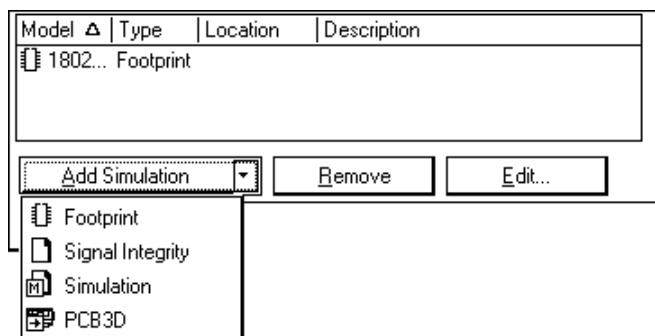
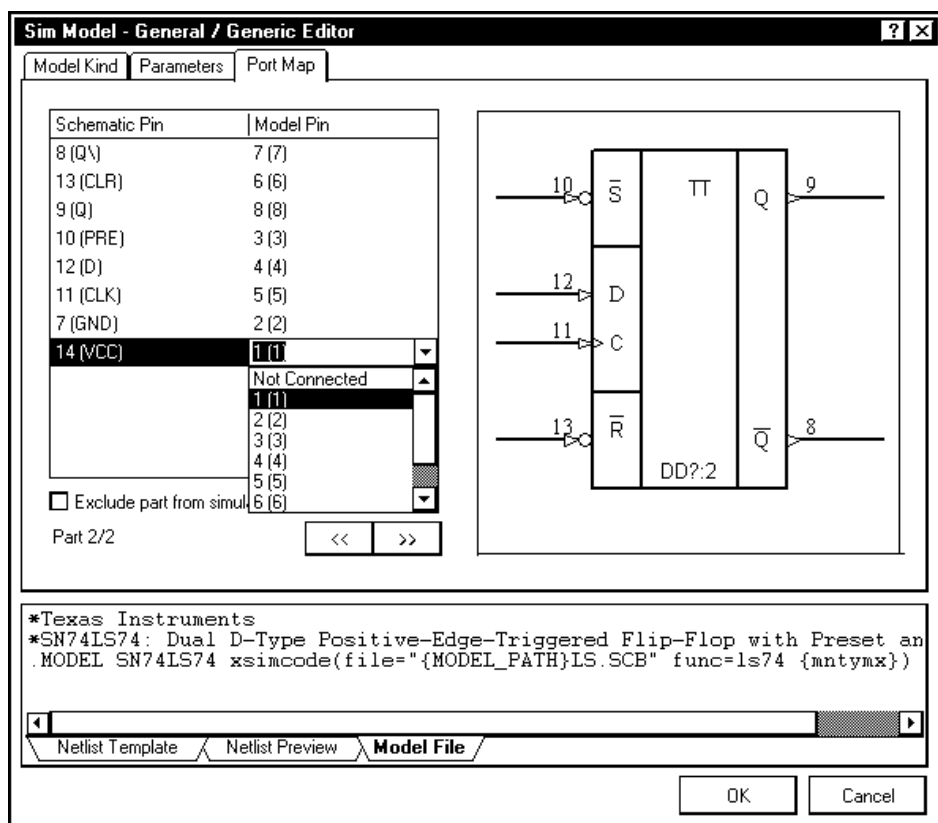

Рис. 9.43. Команды выбора моделей для редактирования
Рис. 9.45. Активная панель привязки выводов схемного компонента к контактам XSPICE-модели
Откроется главное окно редактора схемной библиотеки, в верхнем поле которого отображается схемный символ одной из логических секций редактируемого компонента, а в нижнем левом поле (рис. 9.43) — список моделей, ранее присоединенных компонентов и три командные кнопки — **Add** (Добавить), **Remove** (Удалить) и **Edit** (Редактировать).
8. Когда файл модели найден, путь к нему и имя файла отображается на панели диалогового окна (рис. 9.43), ниже области **Model Location**. Одновременно с этим на вкладке **Model File** отображается текст файла модели (рис. 9.45).
Следующий шаг — согласование обозначений выводов схемного символа с обозначениями их в строке-шаблоне **Netlist Template**. Настройка выполняется в поле-вкладке **Port Map** диалогового окна редактирования модели (см. рис. 9.45):